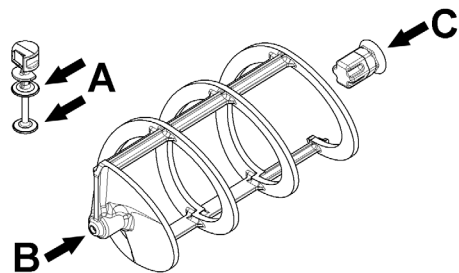

figure 16
**2** Lubrifier le piston du robinet, le joint hexagonal et le mélangeur aux points indiqués dans la (voir figure 16). Utiliser uniquement la graisse fournie avec la machine ou une autre graisse prévue pour un usage alimentaire.